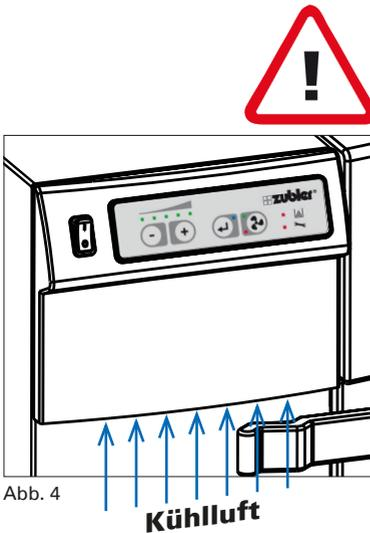

Abb. 4
- Die Absauganlage muss von vorne kühle Luft ansaugen können. (Abb.4)